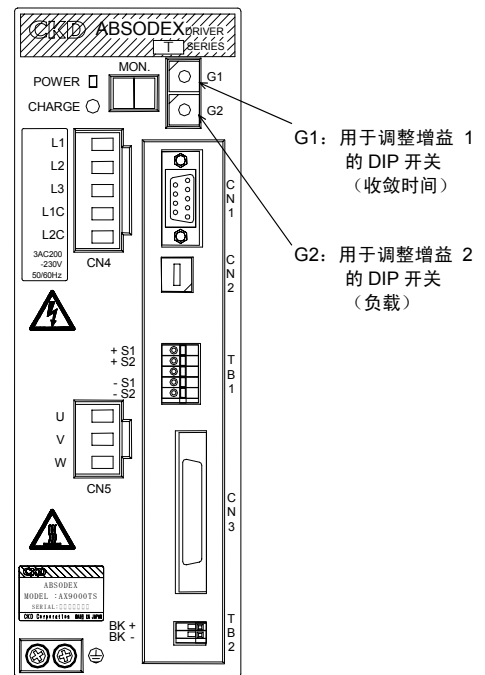

图 4.5 TS 驱动装置面板
- 1) 将图 4.5 驱动装置面板上的增益调整用 DIP 开关 G1、G2 两者均统调为“0”。